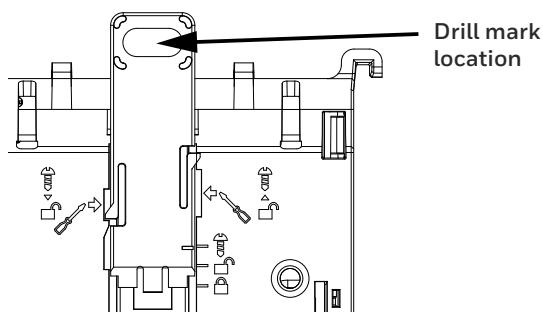

Fig. 10 Bohrlochmarkierung
2. Halten Sie den Regler an die Wand und markieren Sie die Bohrlochpositionen durch die Aussparungen für die Schrauben in den roten Clips hindurch, siehe Abbildung 10.